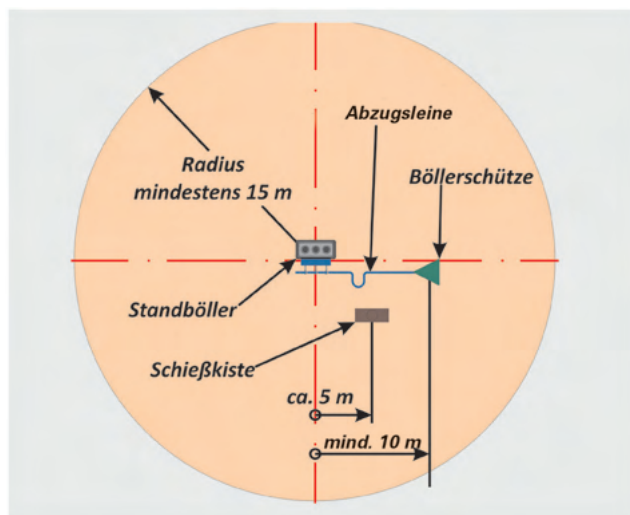

Abb. 48: Empfohlener Sicherheitsbereich für Standböllern mit mechanischer Anzündung
- Sicherheitsbereich prüfen und festlegen (s. Abb. 48, S. 27).